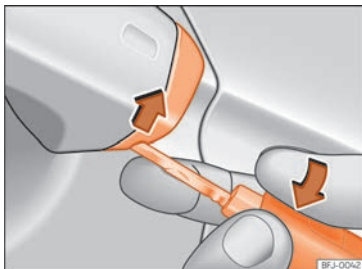

Fig. 7 Poignée de la porte du conducteur : retirer le cache en faisant levier.
- Introduisez le panneton dans l'ouverture inférieure du cache de la poignée de la porte du conducteur »» **fig. 7** et soulevez le cache.